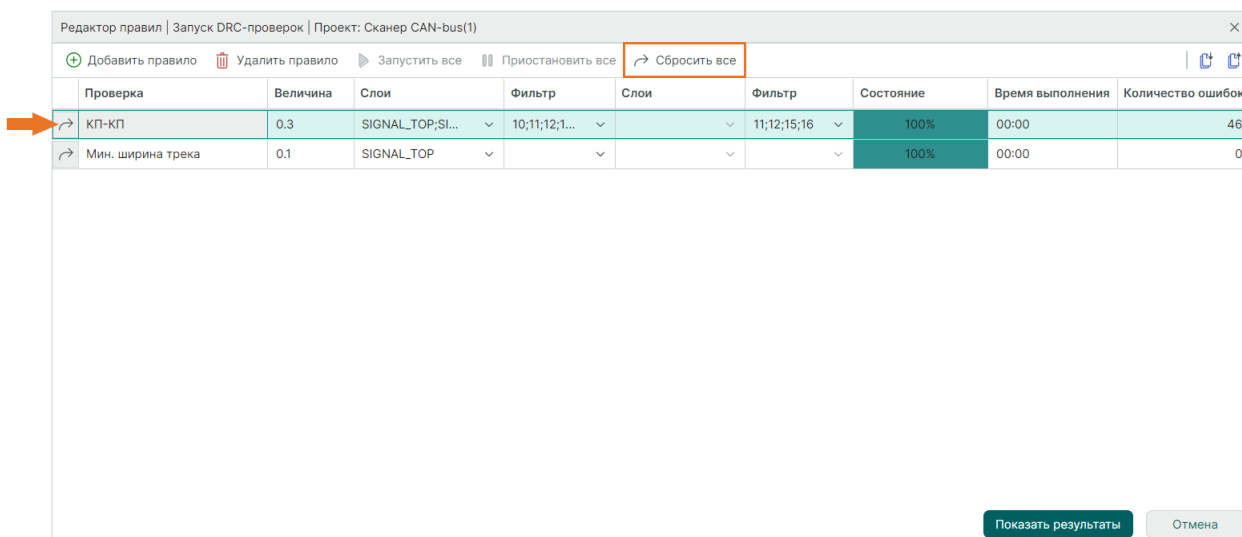

Рис. 475 Сброс результатов проверки
6. Для изменения настроек одного правила используйте кнопку ↶ слева от строки правила, сброс параметров всех правил производится с помощью кнопки «Сбросить все», см. Рис. 475.